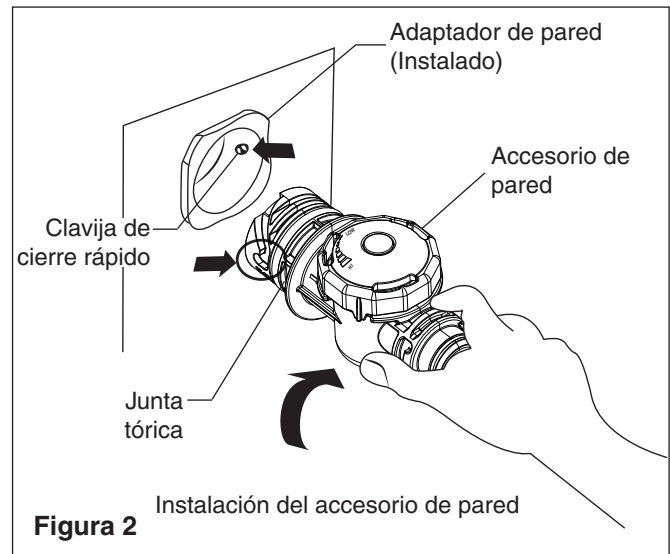

Figura 2
5. Inserte el adaptador de accesorio de pared en el conducto de retorno enroscado 1-1/2" NPT. Apriete manualmente hasta que esté ajustado. Véase **figura 2**.
6. Alinee el accesorio de pared con la clavija de cierre rápido dentro del adaptador de pared. Empuje el accesorio de la pared en el adaptador hasta que toque el fondo de la pared. Gire $\frac{1}{4}$ en el sentido horario para bloquear el accesorio de pared. **Tire suavemente hacia afuera para un mejor ajuste y así engarzar las clavijas de cierre rápido.** Véase la **figura 2**.